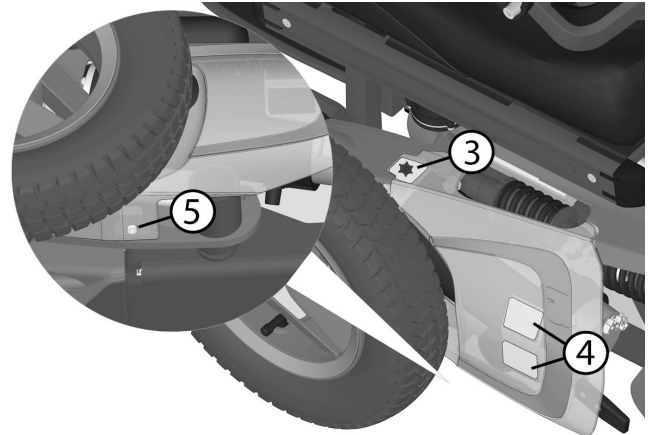

Abbildung 16. Die Abdeckung des Antriebsmotors ist mit Klettverschlüssen(3-4) und einem Befestigungspunkt (5) unten montiert.
1. Abdeckung auf das Getriebegehäuse platzieren und sicherstellen, dass der Befestigungspunkt (5) passend zum Schraubkopf im entsprechenden Loch der Abdeckung liegt. Siehe Abbildung. 16.
2. Sicherstellen, dass er an die Getriebeabdeckung passt und Drehknopf (3) oben montieren. Siehe Abbildung. 16.
3. Auf die Seite der Abdeckung drücken, sodass der Klettverschluss (4) mit einem „Klick“ haftet. Siehe Abbildung. 16.